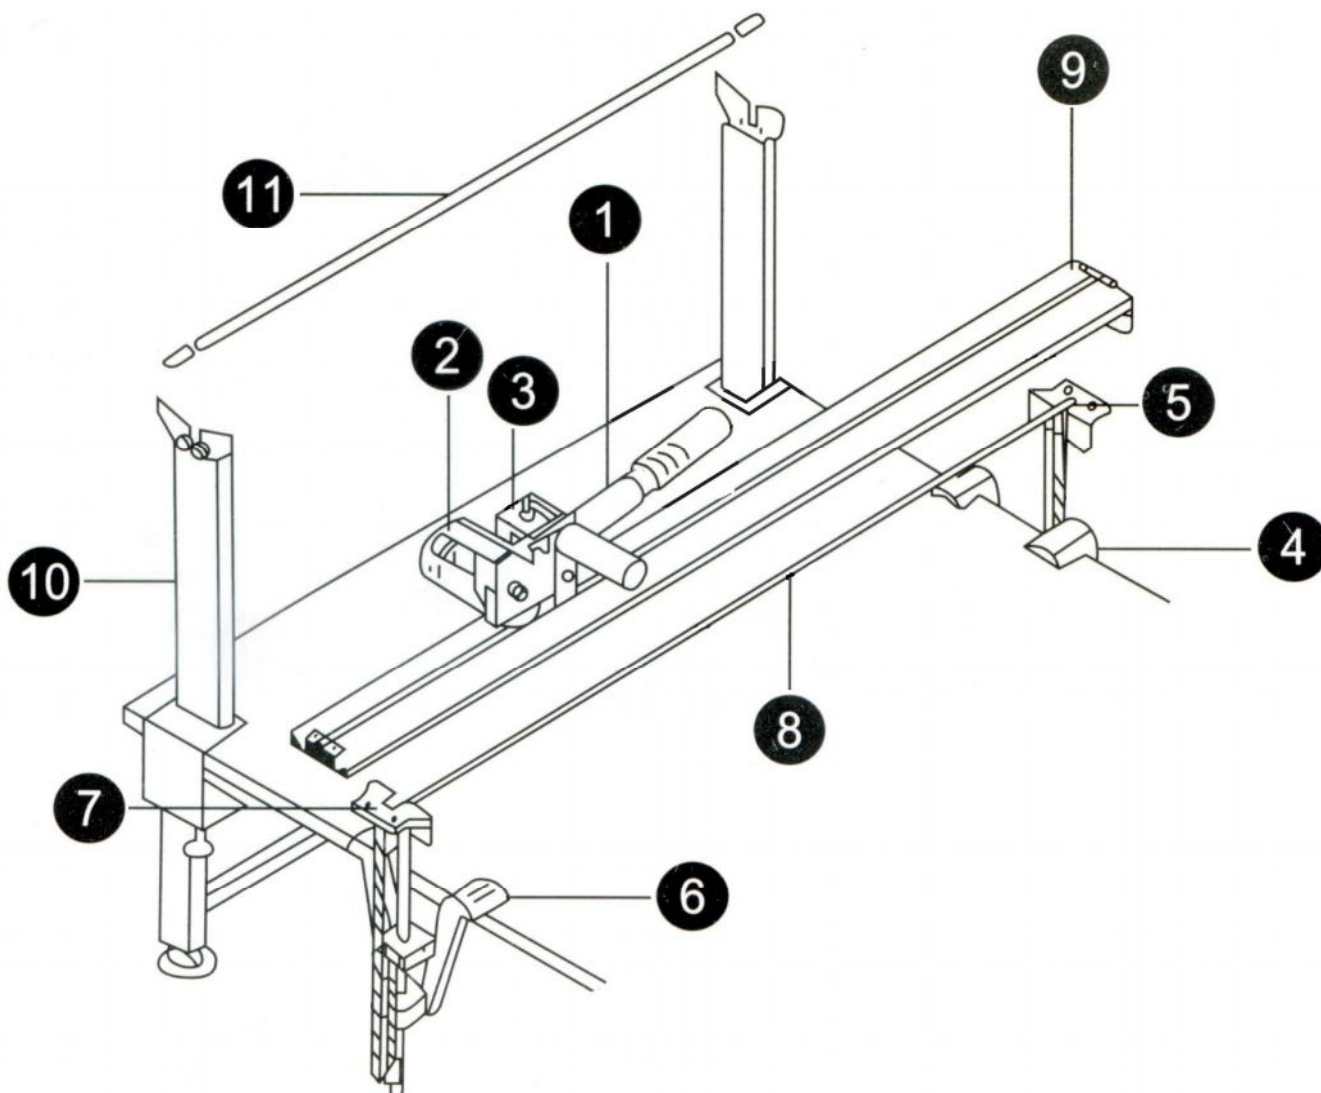

Рисунок 1
Передний подъемник (рис. 1 и 2) – состоит из двух частей: неподвижная–струбцина крепления переднего подъёмника (1) к раскройному столу и подвижная часть – подъёмный механизм направляющей линейки (2). Он состоит из направляющего стержня (3) цилиндрической формы который перемещается вверх и вниз в направляющих роликах (4). К струбцине при помощи прижимной пластины (5) крепится плоский ремень (рисунок 1 позиция 8).
Задний подъемник (рис. 1 и 2) - в его состав входит струбцина крепления заднего подъемника (7) к раскройному столу, а также подвижная часть (8), которая перемещается вверх и вниз в направляющих роликах (9). Обе части обоих подъемников соединены плоским ремнём проложенным через ролики (10), (11), (12) и прикрепленным к неподвижным частям (1) и (7) подъемников с помощью пластин (5) и (13).